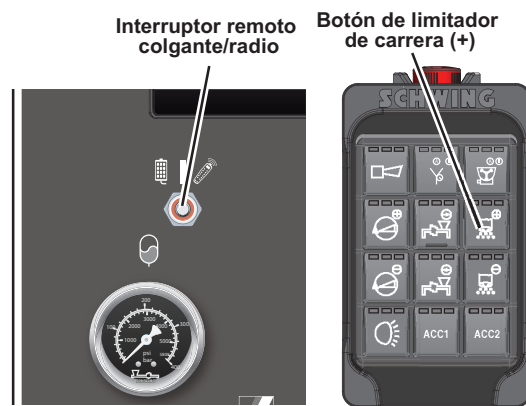

Figura 41
2. En el panel de control del operador, seleccione el control colgante con el interruptor remoto colgante/radio. Presione y mantenga presionado el botón del limitador de carrera (+) en el control remoto colgante hasta que el limitador de carrera esté en la salida máxima (Figura 41).